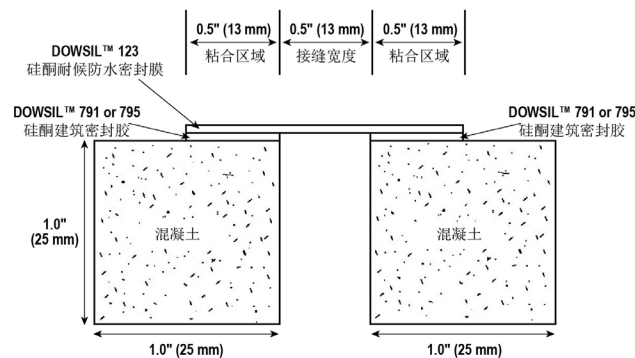

图 1: 对 ASTM C 1135 和 C 719 采用 1 1/2 英寸 (38 毫米) 宽 DOWSIL™ 123 硅酮耐候防水密封膜进行的典型性能的测试的接缝配置修改。
2. ASTM C 1135 和 C 719 修改内容使用了图 1 中所示的接缝配置